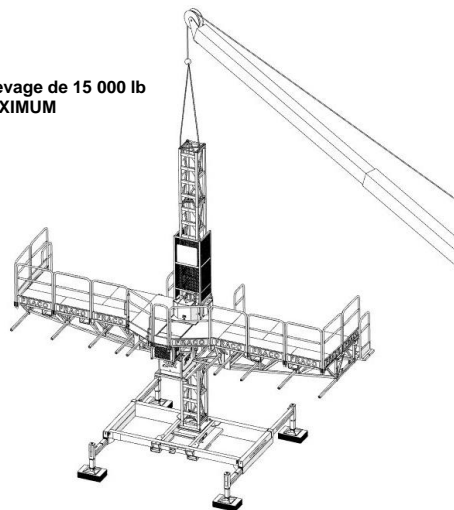

Figure 50
- Il est possible de procéder à des opérations de levage des assemblages allant jusqu'à 15 000 lb (6 804 kg) **MAXIMUM** en soulevant par élingage (voir *Figure 50*).
- Les assemblages doivent avoir une répartition de charge équivalente des deux (2) côtés du centre de gravité du mât.